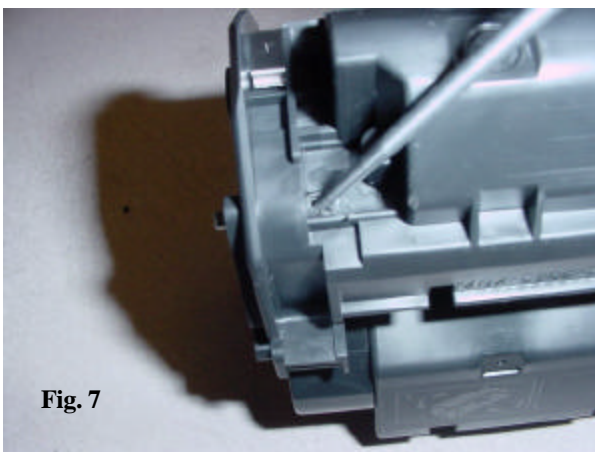
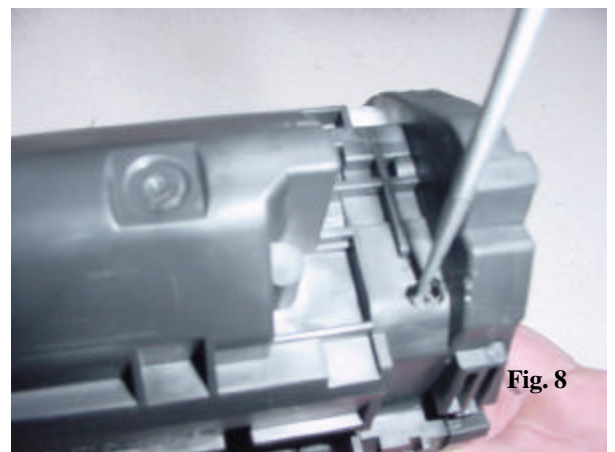

Fig. 7
Fig. 8
5. Una vez que los agujeros se perforen adentro las localizaciones del perno del cartucho usted podrá ver el extremo del perno del cartucho. Utilice un sacador pequeño o una herramienta angulosa para empujar el perno hacia fuera del interior del cartucho (fig. 7). Empuje el perno hacia fuera bastante de modo que usted pueda conseguir un par de alicates en el perno que está una vez libre de la cubierta interna quitarla completamente. Repita los mismos pasos en el perno opuesto (fig. 8).